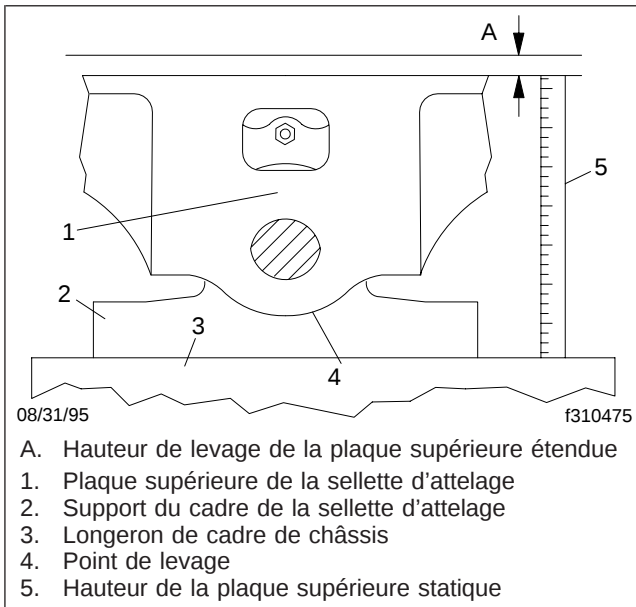

Fig. 3, Mesure du levage de la plaque supérieure de la sellette d'attelage
7. Placez la plaque de la sellette d'attelage en position horizontale uniforme. Mesurez la hauteur depuis un point de montage stationnaire (voir la **figure 3**, référence 3), par exemple, le longeron de cadre de châssis – jusqu'au haut de la plaque de la sellette d'attelage (élément 1). Levez la plaque de la sellette d'attelage (référence 4)